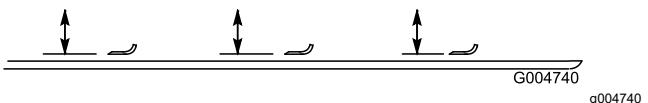

Figure 88
2. Tournez la lame dans le sens longitudinal et mesurez la distance entre l'intérieur de l'unité de coupe et le tranchant à l'avant de la lame (Figure 88).